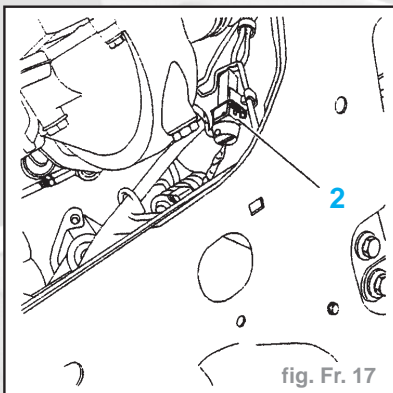

fig. Fr. 17
- Déconnecter le connecteur (2) du capteur de roue (fig. Fr. 17).
- Connecter le connecteur (2) et le fixer sur l'essieu (fig. Fr. 17).